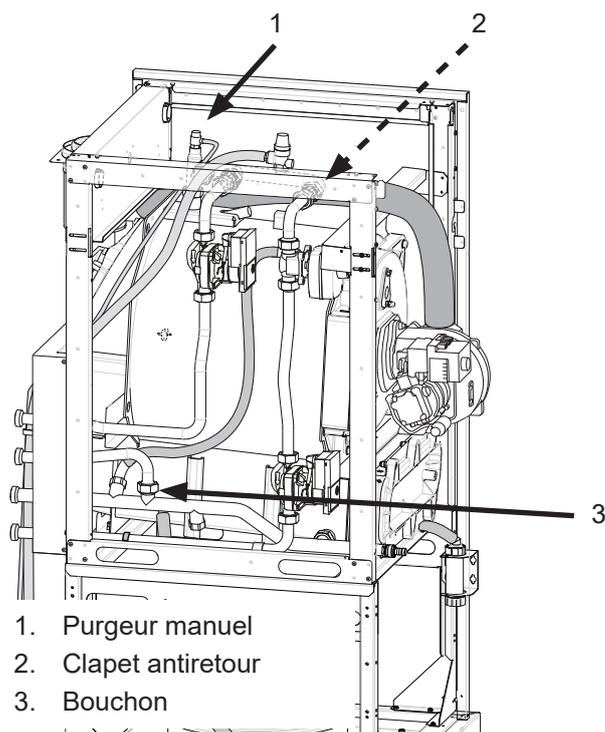

fig. 20 - Purgeur et clapets antiretour
- Débrayer le(s) clapet(s) antiretour (fig. 20 et fig. 18).
- Si nécessaire, dégazer au niveau du bouchon de la tuyauterie retour chauffage "circuit 1" (rep.3, fig. 20).
- Purger le corps de chauffe (rep. 1, fig. 20).